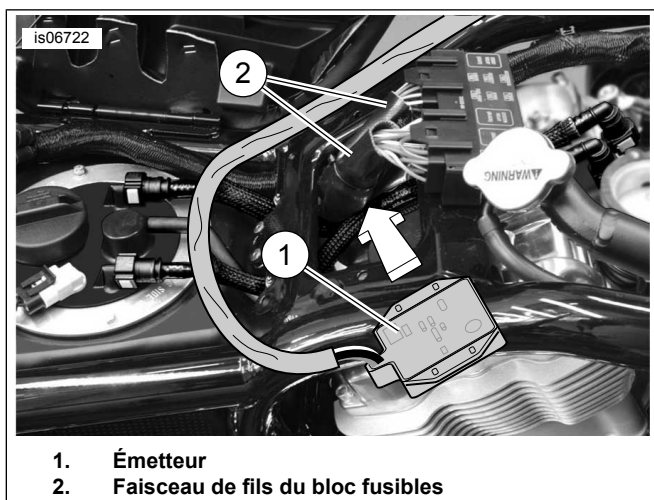

Figure 13. Montage de l'émetteur (modèles V-Rod de 2004 et plus récents)
2. Voir Figure 13. Déposer le couvercle de la boîte à air. Tourner l'émetteur (1) de façon que le côté du circuit exposé soit orienté vers le haut. Rentrer l'émetteur sous les faisceaux de fils du bloc fusibles. Utiliser deux serre-câbles du kit à travers les brides de l'émetteur pour attacher l'émetteur aux faisceaux du bloc fusibles. Passer à la section **Connexion du faisceau**.